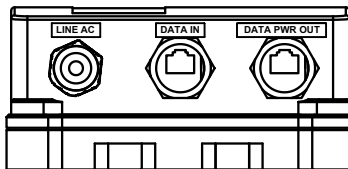

Рис. 2
4. Подсоедините Ethernet-кабель к порту DATA IN. См. рис. 2.